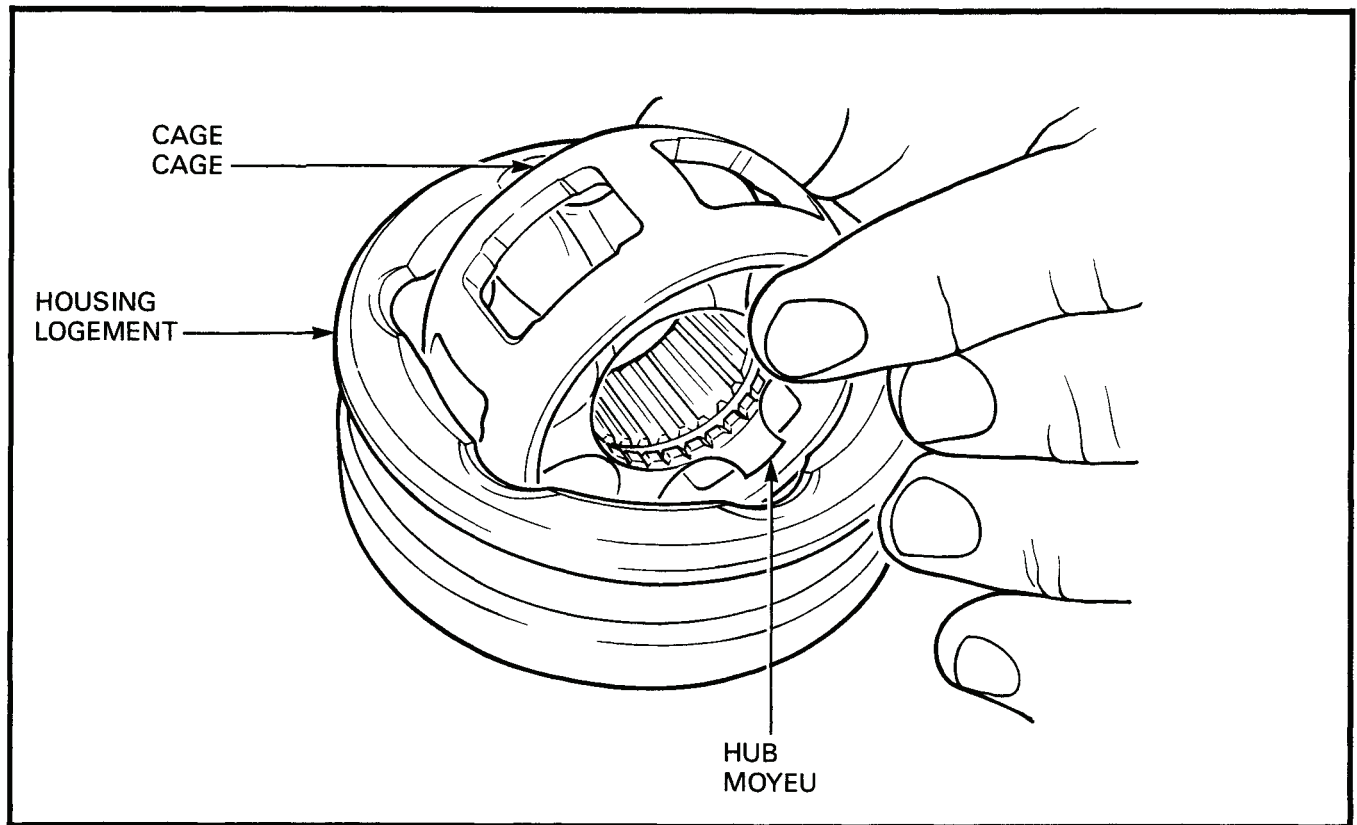

Figure 3-4-6 Removal of Hub and Cage from Housing
- d. Rotate the hub and cage so that two of the rectangular holes are vertical and in line with the flats of the housing and lift the hub and cage from the housing, see Figure 3-4-6.
- d. Tourner le moyeu et la cage pour que tous les orifices rectangulaires soient verticaux et alignés avec les plats du logement, et soulever le moyeu et la cage du logement. Voir figure 3-4-6.